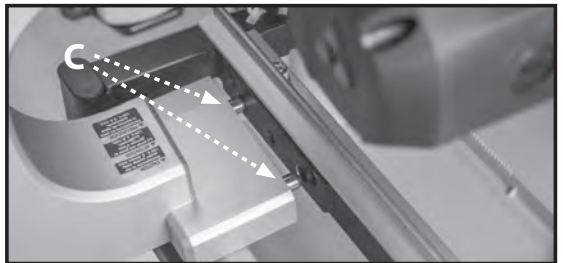

FIGURE 6
1. Positionnez l'ensemble du bras de la scie (5) de sorte que les deux broches (C, fig. 6) sur la plaque de montage soient alignées avec les deux trous du milieu dans le bâti principal (2).